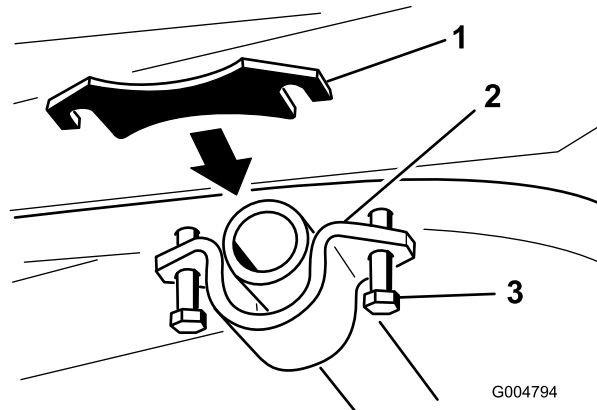

Bild 21
6. Montieren Sie die erforderlichen Beilagscheiben, siehe Bild 21. Lösen Sie die Schrauben, mit denen die Schwenkrohrhalterung befestigt ist, um einen Abstand zwischen dem Rahmen und der Schwenkrohrhalterung zu erhalten. Installieren Sie die Beilagscheiben und ziehen Sie alle Befestigungen fest.